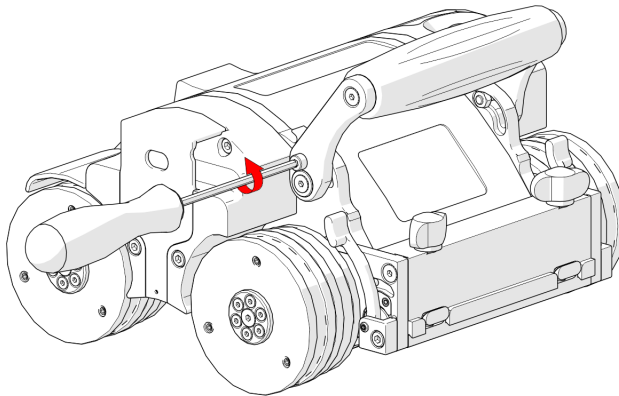

Abbildung 2-14 Griffhalteschrauben abschrauben
1. Lösen Sie mit dem mitgelieferten 3-mm-Innensechskantschlüssel die Griffhalteschrauben auf beiden Seiten des Griffs (siehe Abbildung 2-14 auf Seite 56).